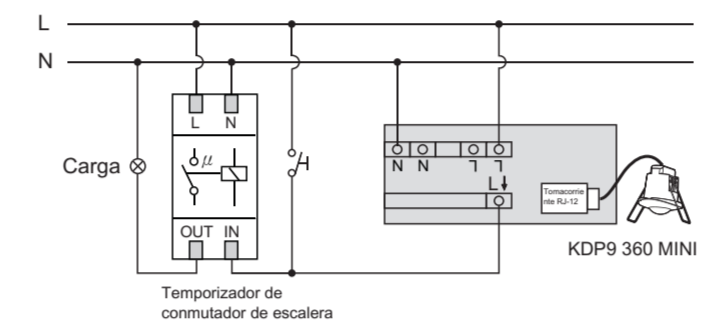
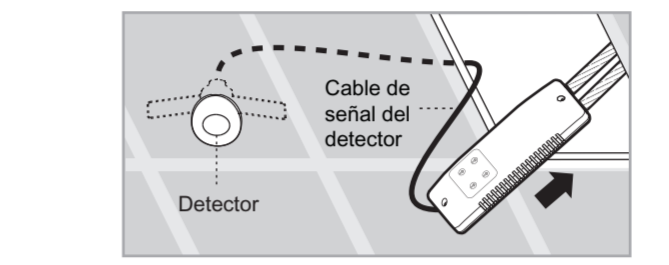

FIG. 9
FIG. 16
● KDP9 360 MINI controla el temporizador de conmutador de caja de escala (hora1 debe fijarse a 1seg.) (Ver FIG. 9).
3.3.4 Pase los cables a través del techo y consulte el diagrama de alambreado (Ver FIG. 5 - FIG. 9) para conectarlo adecuadamente. Asegúrese de que el cable de señal atraviese el techo y se inserte en el cuadro eléctrico (Ver FIG. 16).